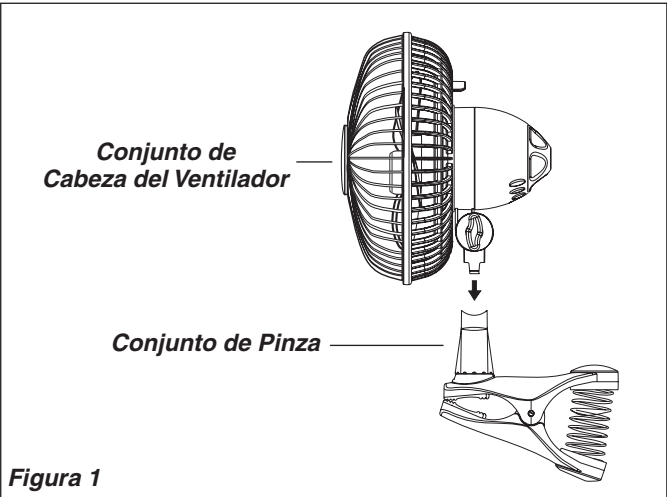

Figura 1
1. Inserte el **Conjunto de Cabeza del Ventilador** en la ranura de la **Conjunto de Pinza** hasta que esté completamente seguro. **(Figura 1)**